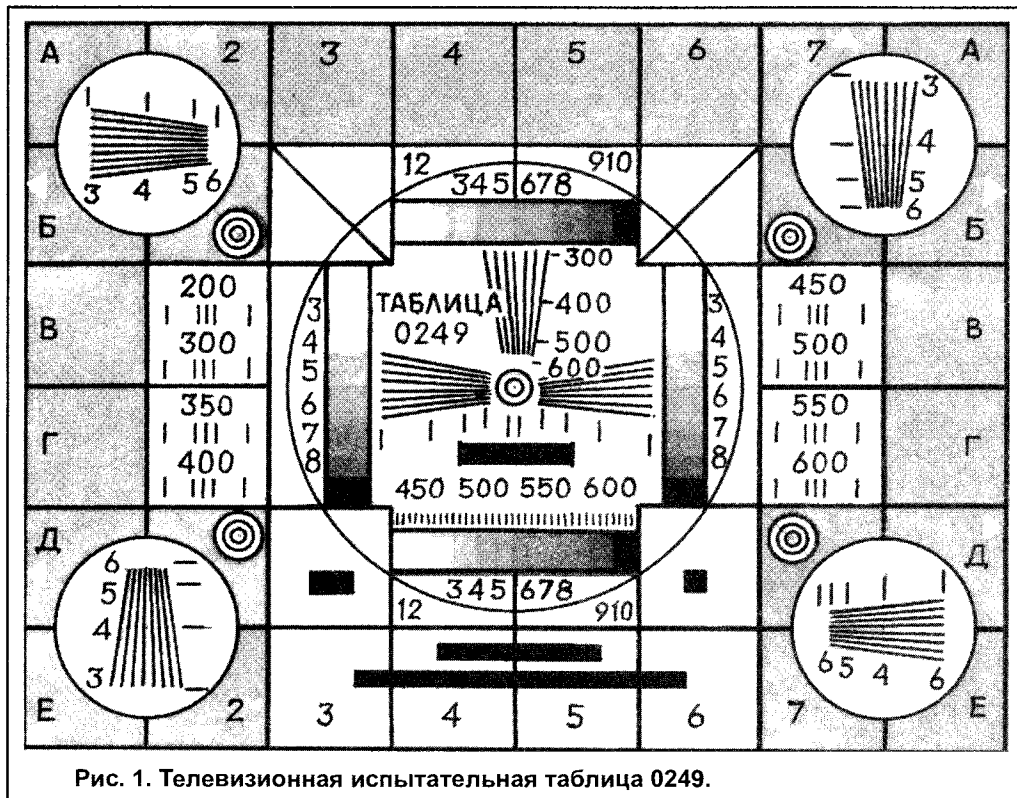

Рис. 1. Телевизионная испытательная таблица 0249.
Телевизионная испытательная таблица ТИТ-0249 представляет собой специально рассчитанный и точно выполненный чертеж с изображением различных геометрических фигур: окружностей, прямоугольников, сходящихся пучками линий переменной ширины и черных полосок в виде прямоугольников различной яркости (рис. 1). Вся таблица разбита на квадраты. Горизонтальные ряды квадратов обозначены слева направо
1. Пламенного фотометрического детектора (ПФД) к газовому хроматографу для анализа почвенных газов при разработке новых технологий в сельском хозяйстве, например, для диагностики почв (основан на фотометрировании эмиссии анализируемых газов в водородном пламени горелки, которая пропорциональна ее концентрации). ФИ — это поворачивающийся светонепроницаемый стакан, в котором смонтирована водородно-воздушная горелка со штуцерами, для подключения к хроматографической колонке газового хроматографа, сигнальной термопары и спирали поджига пламени (рис. 1);